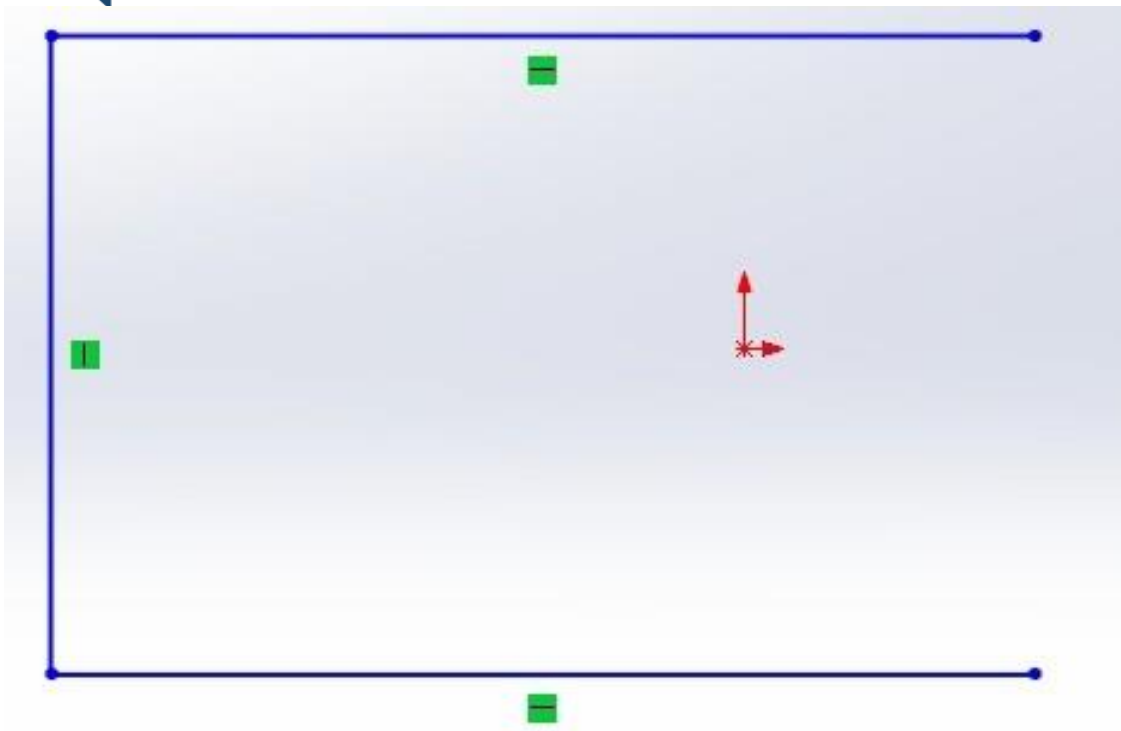

Рисунок 1.11 - Результуючий ескіз після видалення однієї сторони прямокутника
3.7. Видалити одну сторону прямокутника, натиснувши на неї лівою кнопкою миші, і далі видалити вибраний елемент кнопкою Delete на клавіатурі. На рис. 1.11 показано результат виконаної команди Delete.